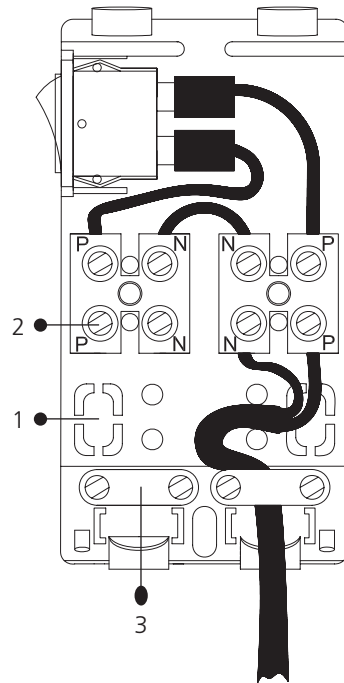

Fig. 4
2. Elektrischer Anschluss mittels Netzleitung: Netzleitung in Klemme (2) befestigen und Netzleitung mittels Kabelbride (3) festklemmen (siehe Fig. 4).
Elektrischer Anschluss mittels Unterputzanschluss: Basis an der vorbestimmten Stelle öffnen (1) und die Anschlussdrähte (230/240V) an der Klemme (2) anschliessen (siehe Fig. 4).